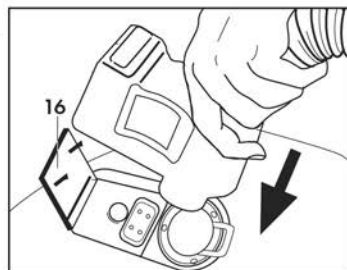

Fig. 6
Abri totalmente a tampa de presa dos acessórios (16) e inserir o engate rápido do tubo flexível na presa colocada na parte dianteira do aparelho, pressionando a fundo. Fechar a tampa da presa de acessórios (16) no corpo do engate rápido verificando que as duas partes se engatem. (Fig. 6)